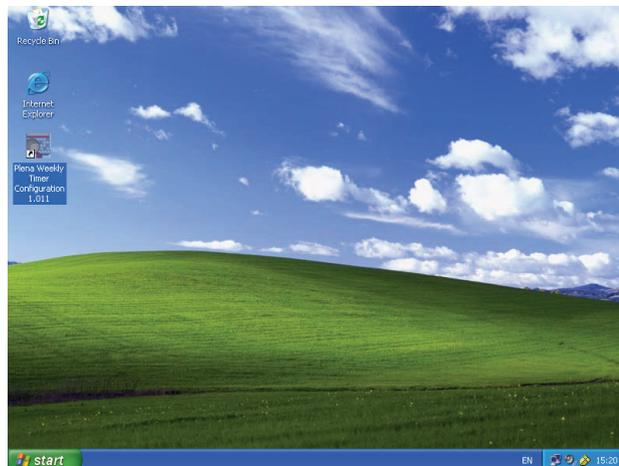

figura 8.8: Ambiente de trabalho do Windows
- 1 Vá para o ambiente de trabalho do Windows (consulte um exemplo na figura 8.8).